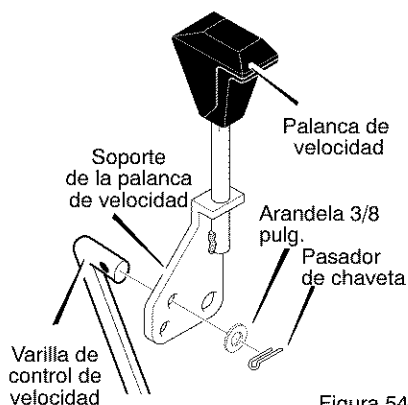

Figura 54
2. Conecte la **varilla de control de velocidad** (*extremo en ángulo de 90°*) al **soporte selector de velocidad** con la **arandela** y el **pasador de chaveta**. Vea la Figura 54.